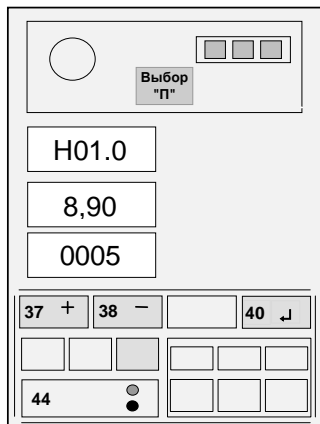

Рисунок 12
4.4.5.3 Нажать кнопку "↵" (40, см. рисунок 12).